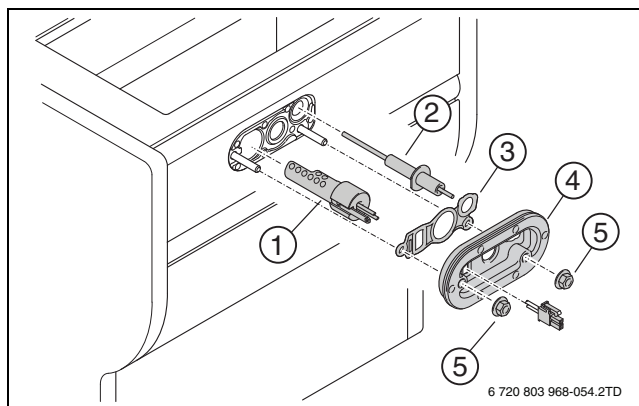

Fig. 59 Remplacement du dispositif d'allumage
- ▶ Remplacer le joint (→ fig. 59, [3]) et la plaque de recouvrement avec le joint (→ fig. 59, [4]) tous les 4 ans.